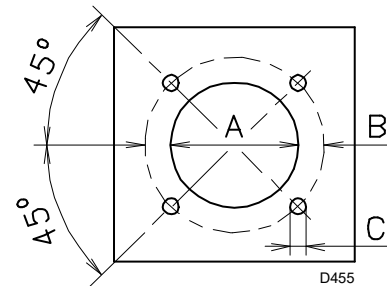

Fig. 15
Percer la plaque de fermeture de la chambre de combustion comme sur la Fig. 15 (Tab. K) La position des trous filetés peut être tracée en utilisant l'écran thermique fourni avec le brûleur.
- Introduire tout le brûleur sur le trou de la chaudière, précédemment prédisposé, (Fig. 15, et le fixer avec les vis fournies de série.